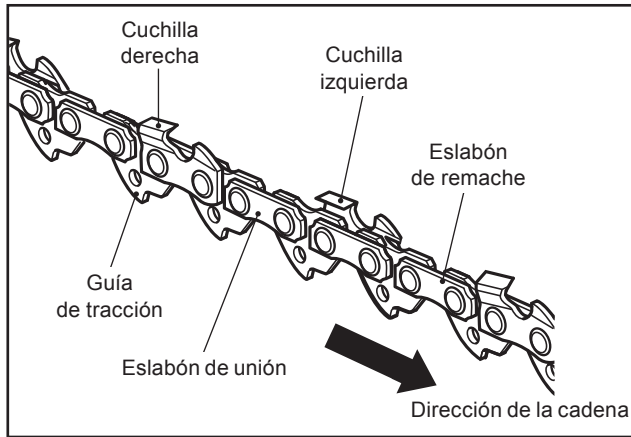

Fig. 40
2. La diferencia de altura entre el diente y el surco es la profundidad de corte. Al afilar la cadena (8), debe tener en cuenta los siguientes factores (Fig. 40).